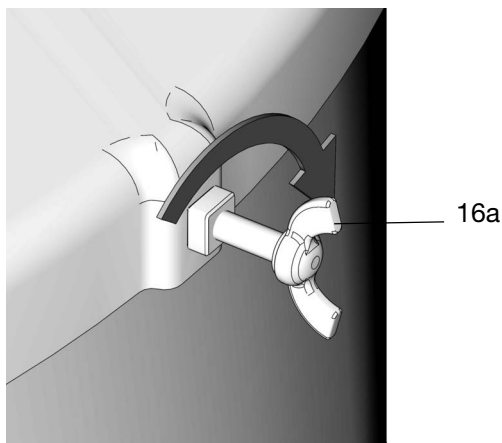

FIG. 29
9. Apriete los tornillos de mariposa (16a) para fijar la cubierta (16) al bidón (FIG. 29).